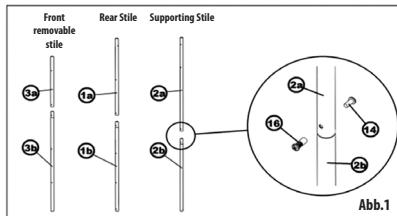

Abb.1
Setzen Sie die Holme zusammen, die Teile mit schmalen Enden zeigen immer nach oben (Abb. 1). Stützbeine (2a+2b) mit Schraube (14) und Mutter (16) verschrauben, andere Verbindungsstellen werden unter den Leiterstufen (7) verdeckt.